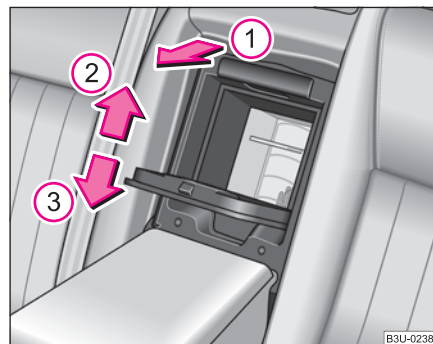

Fig. 78 Montarea cutiei frigorifice
- Rabatați capacul cutiei pe marginile de fixare ⇒ fig. 78.